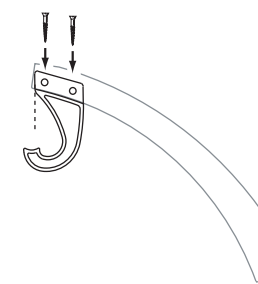

FIG. 5.1
- Fije el gancho en J usando tornillos N° 8 SS de 1 pulg. (Fig. 5.1)